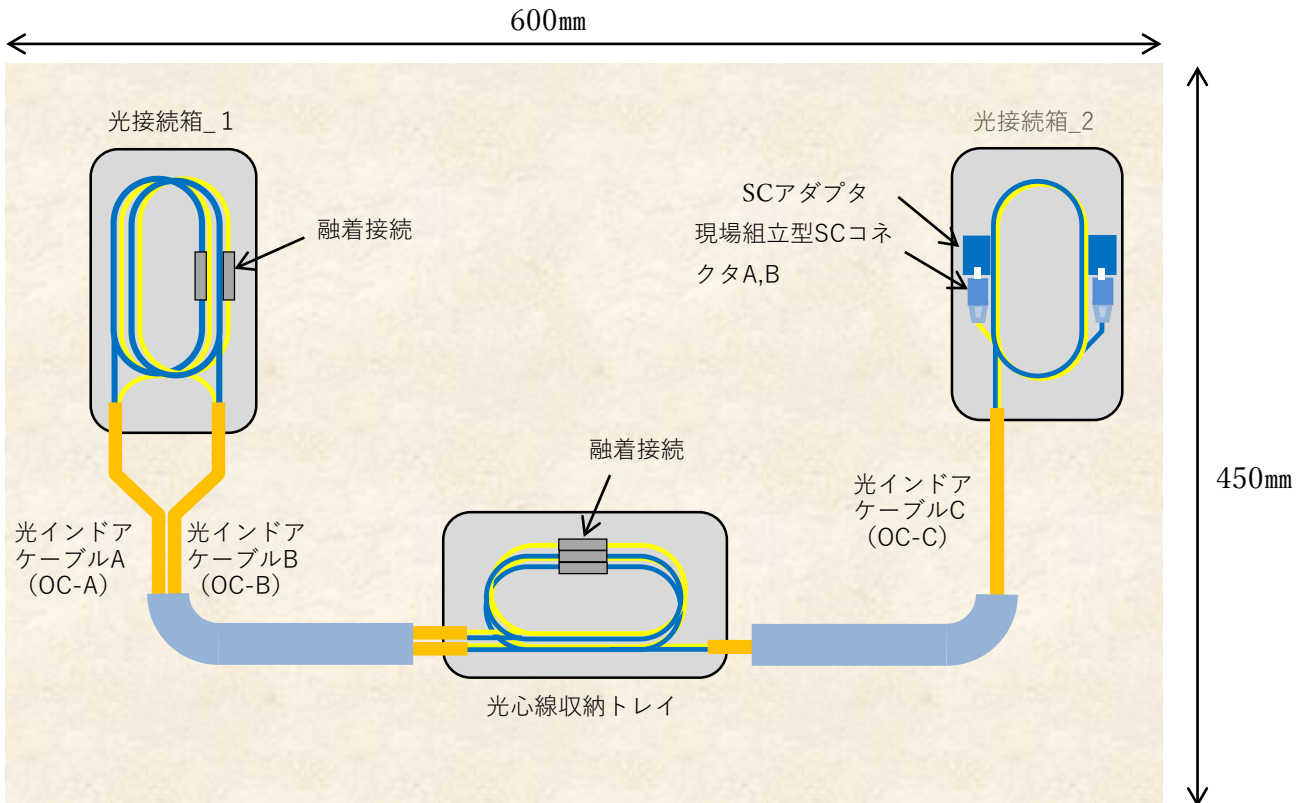

図 3 光ケーブル配線作業(参考図)
2. 配置、接続位置、線番等は図 2 及び図 3 によること。
但し、接続箱のレイアウトは図 3 に従い変更しないこと。
10. 各ケーブル両端に識別ラベルを取り付ける。施工表ならびに識別ラベルについては図 3 に記載されたケーブル名、接続箱名とする。施工表は各自任意のフォーマットにて持参し競技中に記入すること。